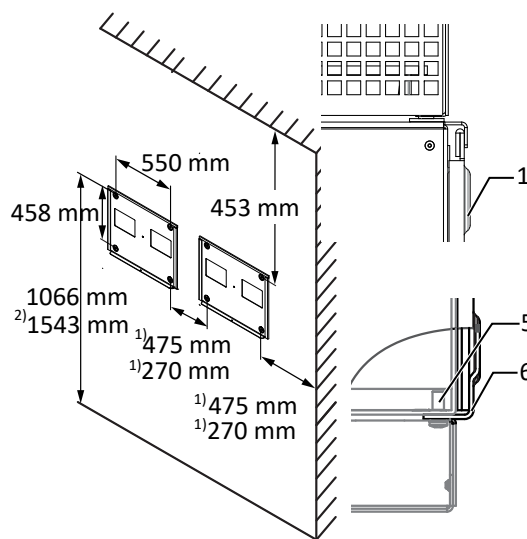

Abb. 17: Wandmontage
- Mindestabstände bei der Montage: [Siehe Abbildung 17 [► Seite 20]
2. Gerät über den Winkel zur Aufhängung in die obere Halterung einführen. Gerät vollständig auf den unteren Winkel aufsetzen, sodass Gerät bündig mit der Rückseite an der Halterung anliegt ([Siehe Abbildung 17 [► Seite 20]]).